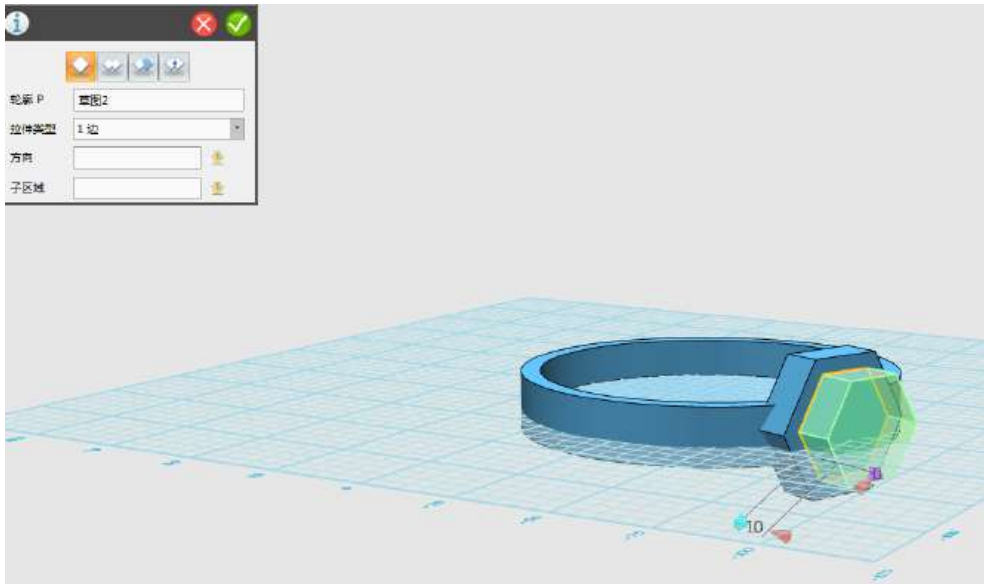

图 1-9
Step 9 拉伸六边形。使用拉伸命令，对第二个六边形，进行拉伸，如下图 1-9 所示：